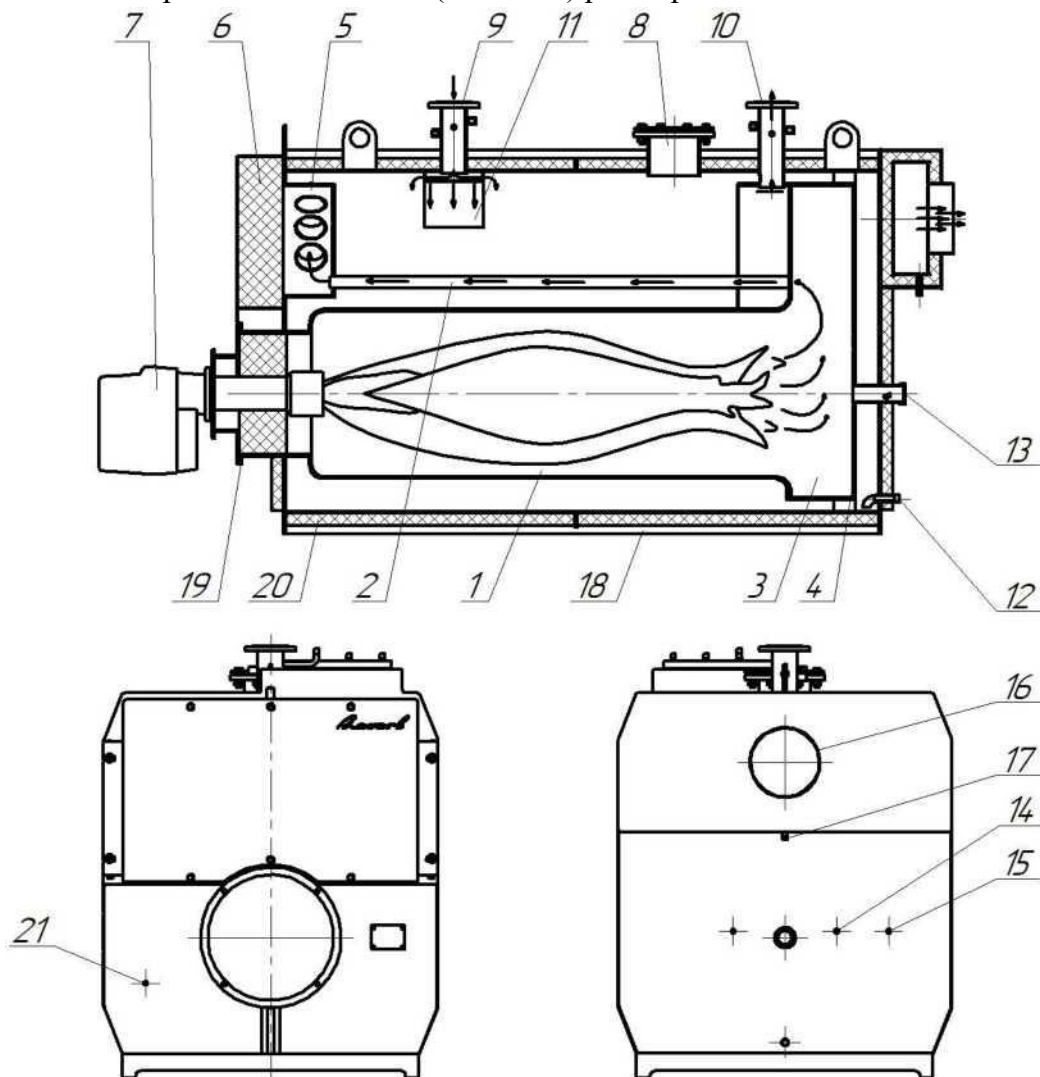

Рис. 2 Принципиальная схема котла Lavart® серии Master Light
Принципиальная схема работы котла Lavart® серии Master Light (ML) представлена на рис.2.